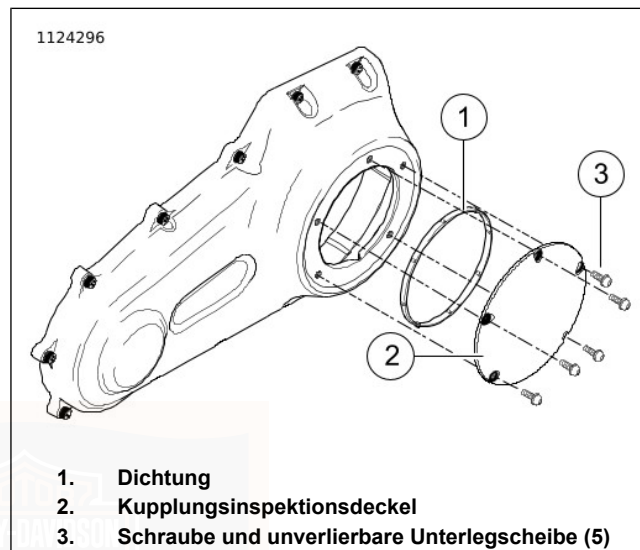
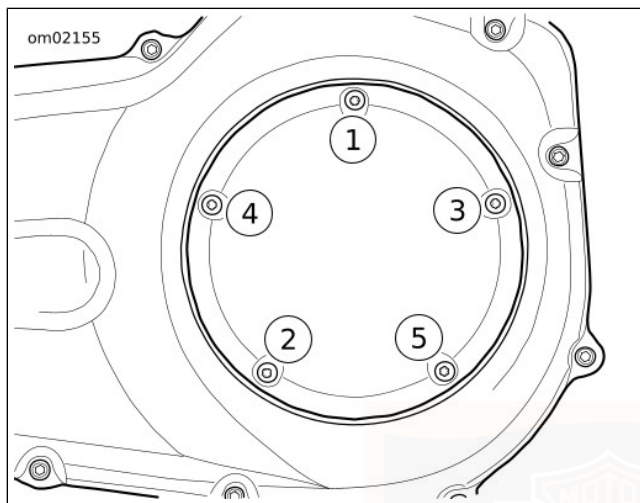

Abbildung 95. Kupplungsdeckel (Typisch)
Abbildung 96. Anzugsreihenfolge für Kupplungsdeckel
6. Siehe Abbildung 95. Schrauben (3) und Kupplungsinspektionsdeckel (2) entfernen.
7. Dichtung (1) entfernen. Das Öl von der Nut im Kettengehäusedeckel und der Befestigungsfläche abwischen.
- b. Siehe Abbildung 95. Die **neue** Dichtung (1) in die Nut des Kupplungsinspektionsdeckels (2) einsetzen. Jede Noppe auf der Dichtung in die Nut drücken.
- c. Den Kupplungsinspektionsdeckel (2) mit Schrauben und unverlierbaren Unterlegscheiben (3) sicher befestigen.
- d. Siehe Abbildung 96. In der angegebenen Reihenfolge auf folgendes Drehmoment anziehen: 9,5–12,2 N·m (84–108 **in-lbs**).